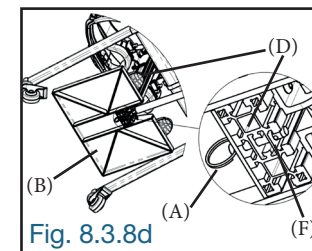

Fig. 8.3.8d
Insérer la goupille à dégagement rapide (A) sous le plateau de pieds (B) en vous assurant que le verrou (F) de la goupille soit complètement dégagé de l'autre côté du châssis (D) afin qu'elle soit bien verrouillée (Fig. 8.3.8d).